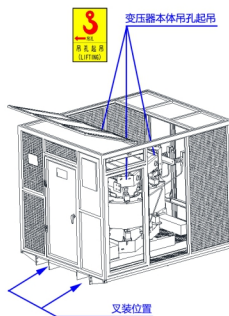

图3
(3)产品带普通防护外壳时，因外壳不属于承力体，带外壳产品不能通过外壳直接起吊，必须先打开外壳顶盖，然后通过变压器本体的四个吊孔进行起吊，见图3。